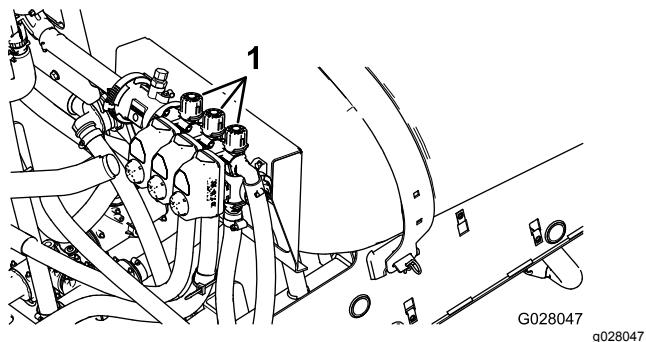

Figura 86
- Ajuste a válvula de derivação da secção direita (Figura 86) até que a leitura da pressão se encontre no nível previamente ajustado (habitualmente 2,75 bar).
- Ajuste a válvula de derivação da secção central (Figura 86) até que a leitura da pressão se encontre no nível previamente ajustado (habitualmente 2,75 bar).
- Desligue o interruptor de secção esquerda e ajuste a válvula de derivação de secção esquerda (Figura 86) até que a leitura da pressão se encontre no nível previamente ajustado (habitualmente 2,75 bar).